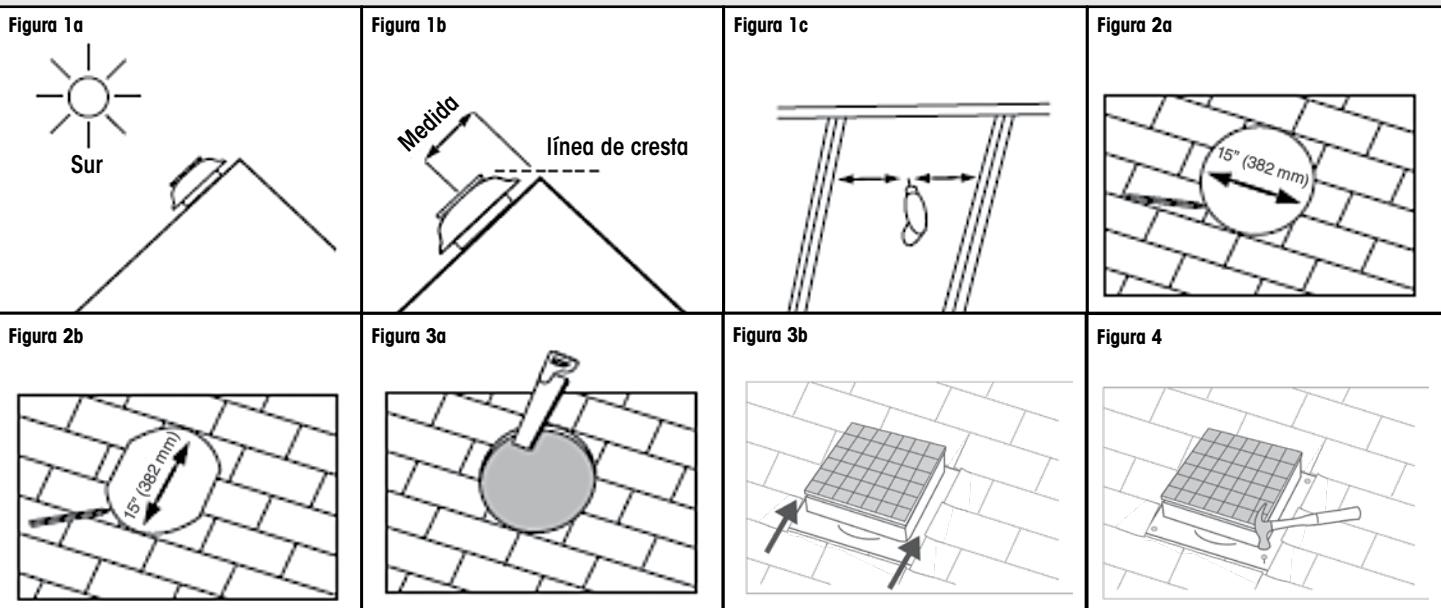

Figura 5a
B. Conecte los cables de alimentación como se muestra (Figura 5a).